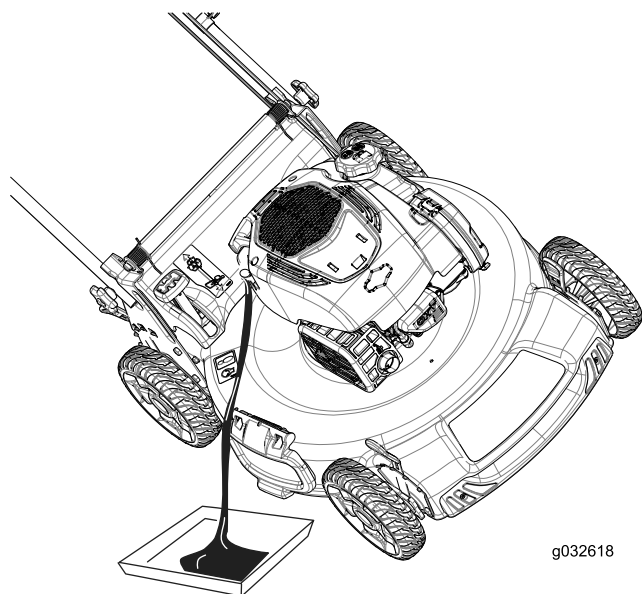

Figura 23
4. Înclinați mâna pe o parte (astfel încât filtrul de aer să fie orientat în sus) pentru a scurge uleiul uzat din tubul de umplere cu ulei (Figura 23).